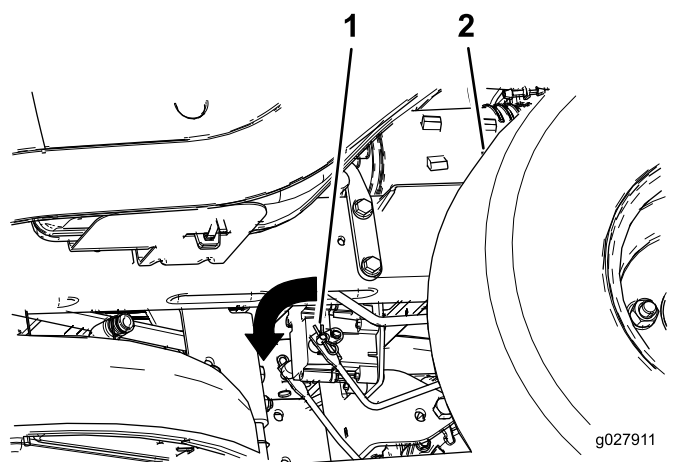

Figure 50
3. Localisez l'arbre sur le frein électrique au point de connexion des bras de liaison (Figure 50).